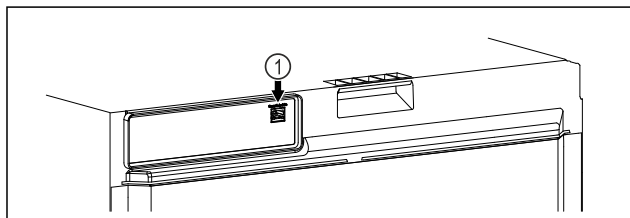

Fig. 112
- ☐ SmartModule Fig. 112 (1) è inserito.